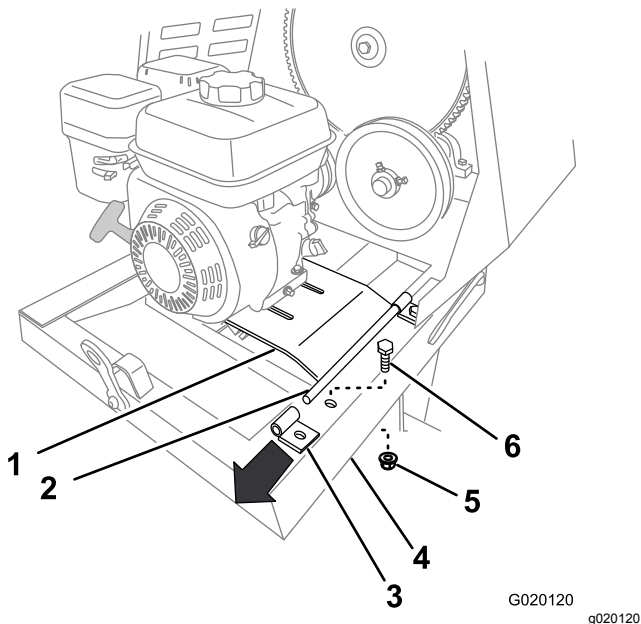

Figura 50
8. Retire el perno y la tuerca que fijan el soporte trasero de la bisagra de la chapa del motor al bastidor de la máquina (Figura 50).
9. Tire hacia arriba del borde trasero de la chapa del motor y retire el soporte de la bisagra (Figura 50).
6. Sujete el soporte trasero al bastidor de la máquina usando el perno y la tuerca (Figura 50) que retiró en el paso 8 de Cómo retirar el motor \(página 37\).